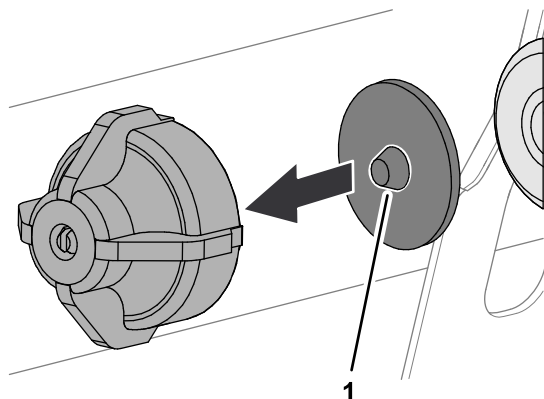

Рисунок 34
4. Установите мембрану в крышку так, чтобы выступ мембраны был направлен в сторону крышки (Рисунок 34).